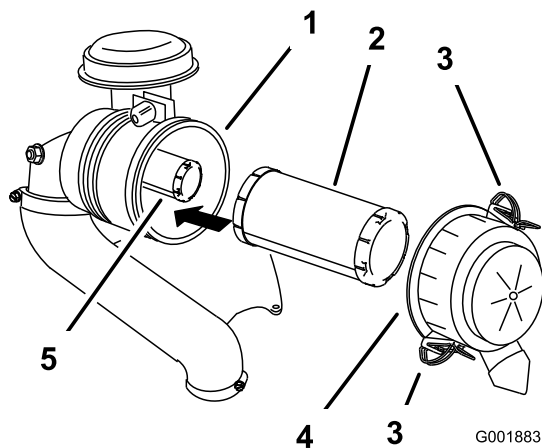

Figura 46
3. Abra los cierres del limpiador de aire y tire de la tapa del limpiador de aire para separarla del cuerpo del limpiador de aire (Figura 46).
5. Extraiga con cuidado el filtro primario del cuerpo del limpiador de aire (Figura 46).
2. Si va a cambiar el filtro de seguridad, deslícelo cuidadosamente en el cuerpo del filtro (Figura 46).
3. Deslice cuidadosamente el filtro primario por encima del filtro de seguridad (Figura 46).
4. Instale la tapa del limpiador de aire con el lado que lleva la palabra **up** hacia arriba, y fije los cierres (Figura 46).